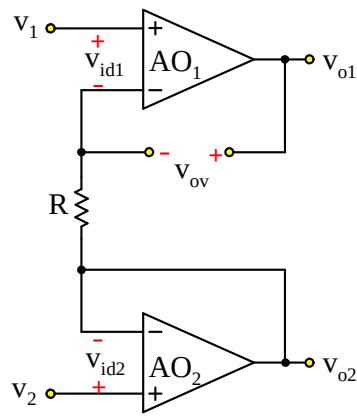

Fig. 2- Schema equivalente per il calcolo della tensione di uscita a vuoto
*Determinazione della tensione di uscita a vuoto  $v_{ov}$ .* Per il calcolo della tensione di uscita a vuoto si faccia riferimento alla Fig. 2. Dall'equazione di maglia che include le porte d'ingresso e di uscita di  $AO_2$  ricaviamo la seguente relazione: